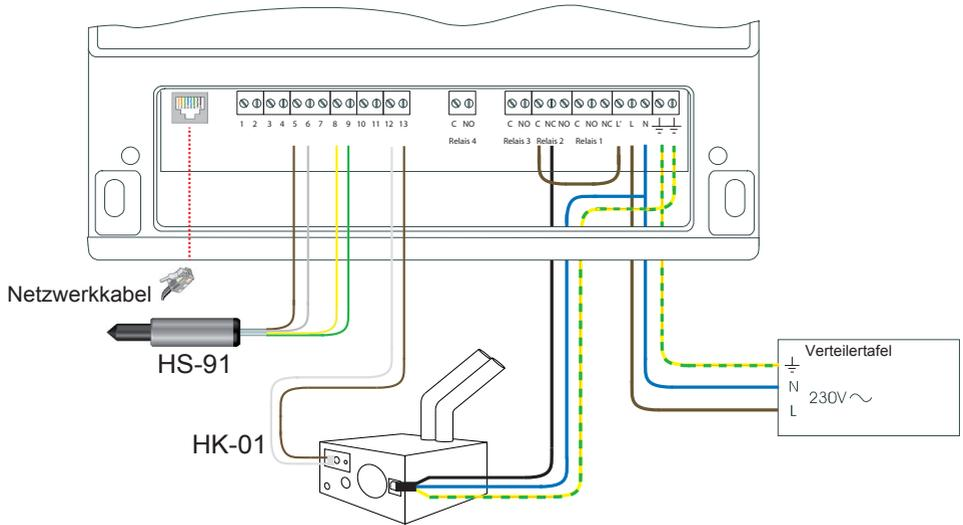

Abbildung 9. Schaltbild zur Optimierung des Energie- und Wasserverbrauchs. (Beschreibung siehe 8).
2. Wenn Sie auf eines der Geräte klicken, werden rechts im Bildschirm detaillierte Informationen angezeigt. Siehe Abbildung 9.